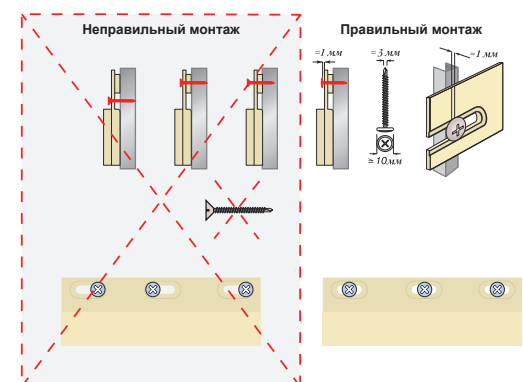

Рис. 2
- Установите нижнюю часть панели на стартовый профиль и закрепите её саморезами в гвоздевых отверстиях, руководствуясь рекомендациями (Рис. 2). Следующая панель устанавливается на стартовый профиль аналогично первой и заводится в первую панель до касания с термокомпенсаторами.
- ствуясь рекомендациями (Рис. 2). Последующие панели устанавливаются аналогично.